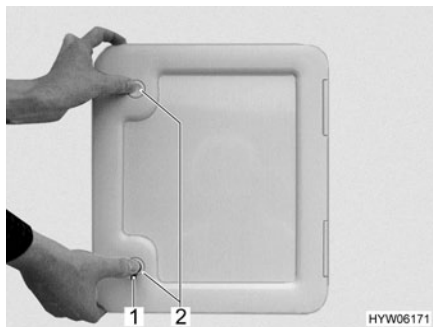

Fig. 189 Trampilla para el cassette Thetford
La trampilla de evacuación para el cassette Thetford (Fig. 189) está en la parte exterior del vehículo.
- Introducir la llave en el cilindro de cierre del cierre a presión (Fig. 189,1) y girarla un cuarto de vuelta en sentido de las agujas del reloj.
- Presionar ambos cierres a presión (Fig. 189,2) al mismo tiempo con el pulgar y abrir la trampilla para el cassette Thetford.